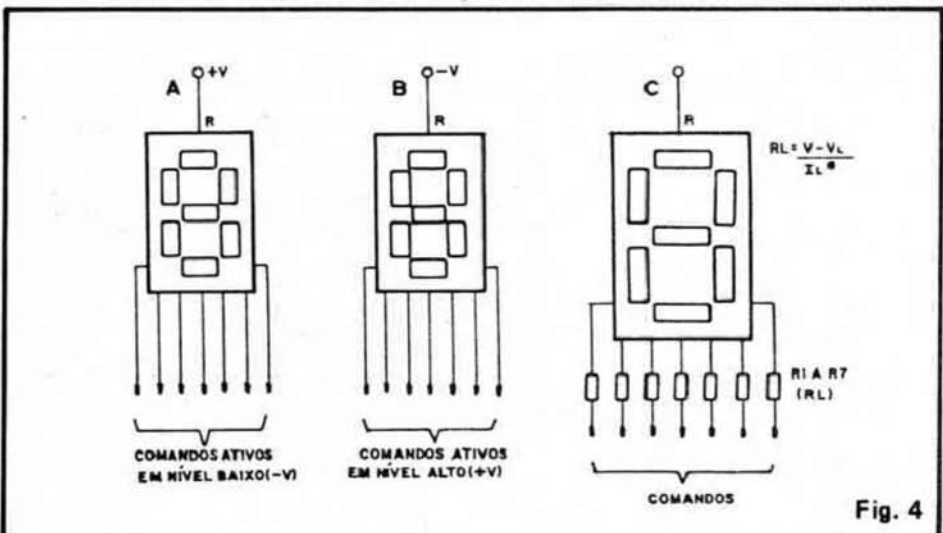

Fig. 4
– **FIG. 4** – Dá as "dicas" de como "acender" o **display**. Em 4-A temos um **display** construído no tipo **anodo comum**. Nesse caso o terminal "R" vai ao **positivo** da alimentação e
NÃO PODEMOS ESQUECER, contudo, que LEDs têm parâmetros e limites a serem respeitados (ver a "AVENTURA DOS COMPONENTES..." à pág. 16 de A.P.E. nº 2) e assim (conforme mostra a fig. 4-C) sempre que a tensão de alimentação for **superior a 2V, obrigatoriamente** o terminal de **cada** segmento deve ser protegido através de um resistor, cujo